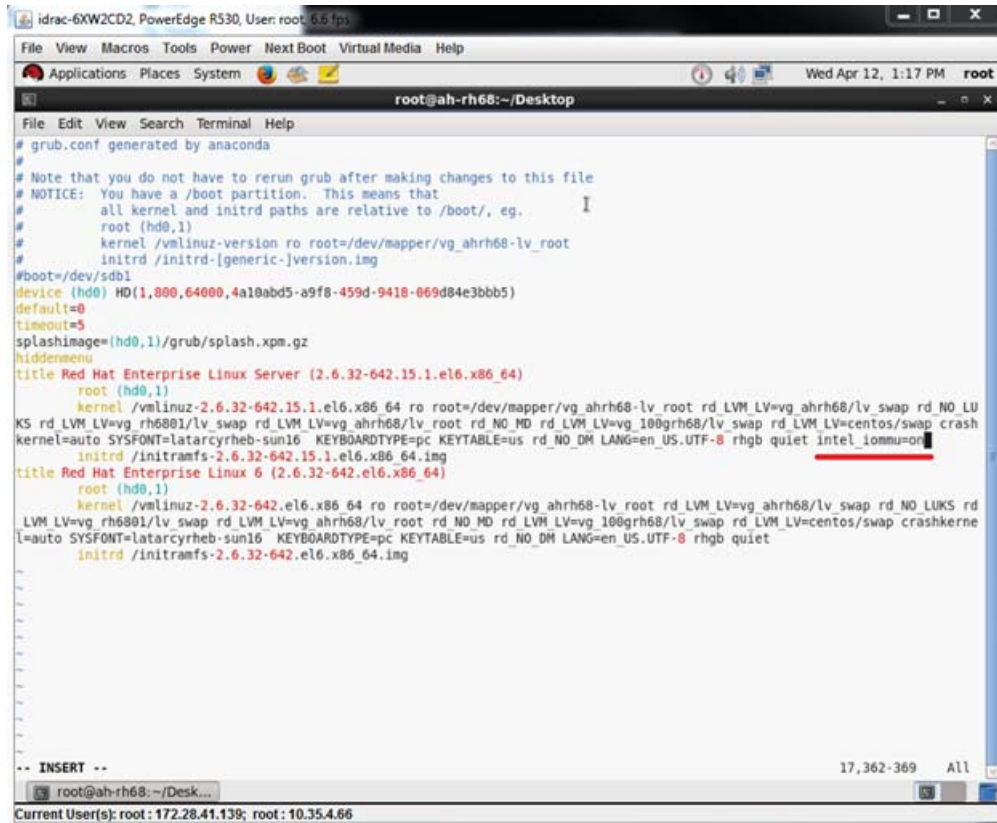

Abbildung 8-10. Bearbeiten der Datei „grub.conf“ für SR-IOV
- a. Öffnen Sie die Datei `grub.conf` und konfigurieren Sie den Parameter `iommu`, wie unter Abbildung 8-10 dargestellt.